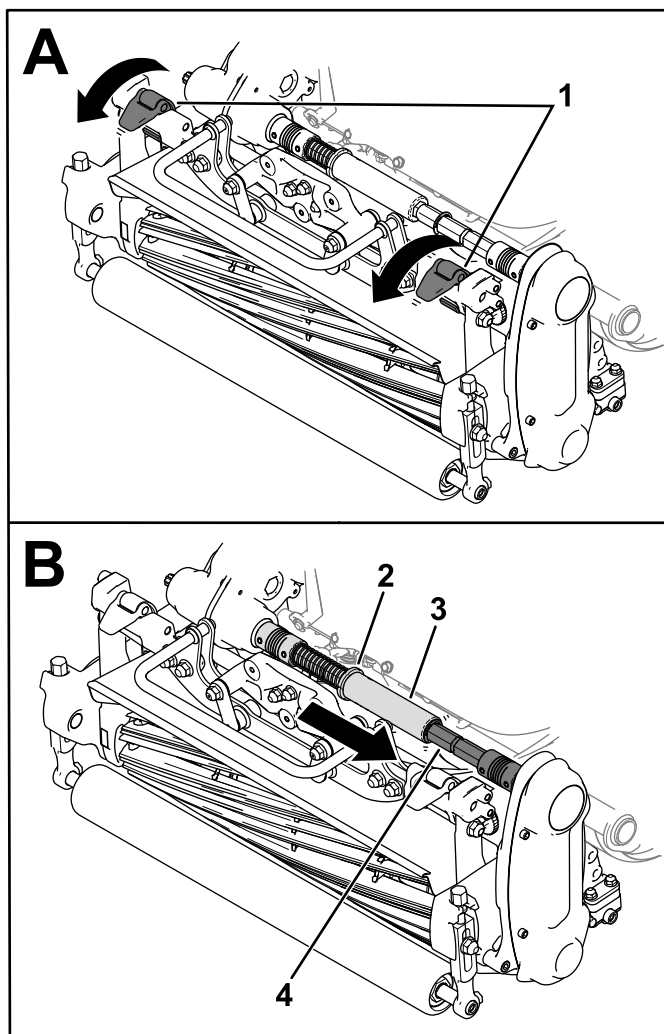

Figura 27
3. Baje los cierres de la suspensión para fijar la unidad de corte a la máquina (Figura 27).
4. Saque el collarín de la ranura del eje del acoplamiento de la transmisión e inserte el tubo hexagonal en el eje del acoplamiento de la unidad de corte (Figura 27).